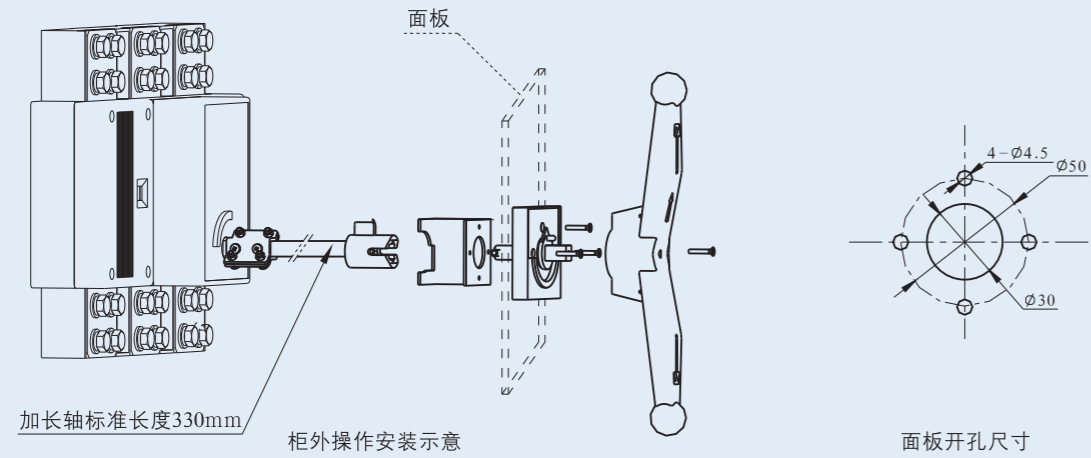

图5
5、HSG1-1000、1250、1600柜外操作示意及面板开孔尺寸见图5